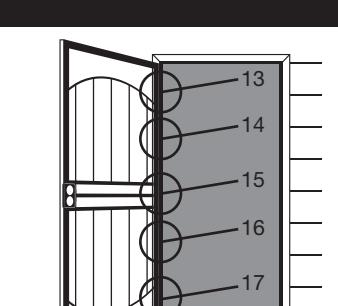

Fig. 16
Fig. 16 - Abre la puerta. En el interior de la jamba de barra en z del lado de la bisagra (A) coloca los tornillos (L) de montaje en los orificios (13-17) y apriétalos. Cierra y abre la puerta para asegurar que encaje bien, ajustala si es necesario.